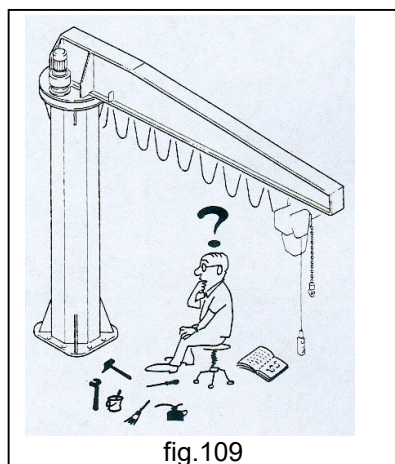

fig.109
- **NUNCA** encargue las operaciones de mantenimiento y reparación a personal no capacitado por el fabricante (fig.109).